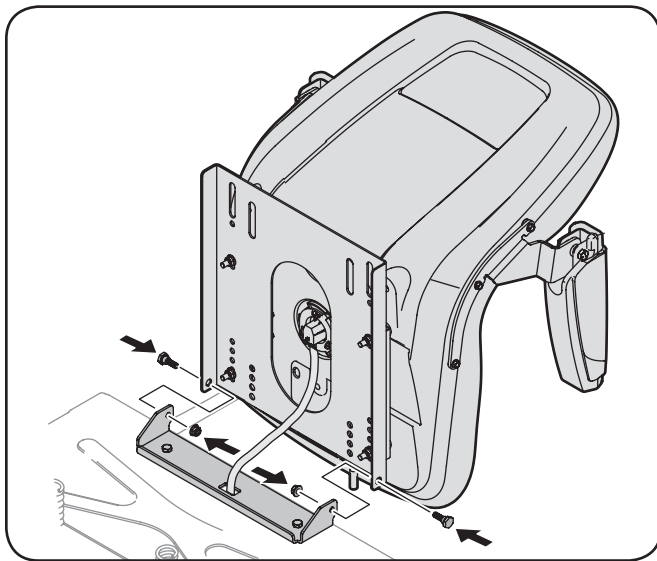

Figure 3-4
3. Faites basculer le siège vers l'arrière et fixez-le avec les boulons et les écrous retirés à l'étape précédente. Prenez garde de ne pas coincer ou endommager le faisceau de câbles pendant que vous installez le siège. Voir Figure 3-4.